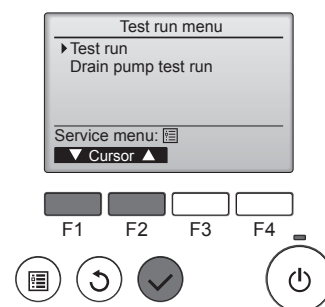

Fig. 8-2
- 2 Selecteer "Test run" (Proefdraaien) in het Test run-menu (Proefdraaien) en druk op de toets [SELECTEREN]. (Fig. 8-2)